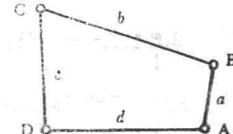

图 1·1
1.7 图1·1为铰链四杆机构，设杆a最短，杆b最长。试用符号和式子表明构成基本铰链四摇机构的条件。
1.8 若图1·1 $a=25\text{cm}$, $b=60\text{cm}$, $c=40\text{cm}$, $d=55\text{cm}$ 。分别固定杆a得_____机构；固定杆b得_____机构；固定杆c得_____机构。